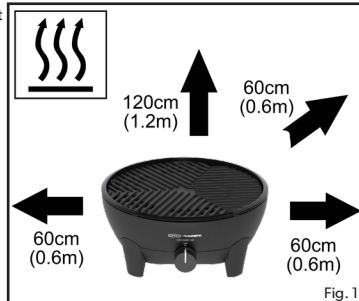

Fig. 1
- Sørg for at apparatet holdes borte fra brannfarlige materialer når det er i bruk. Trygge minimumsavstander er: over apparatet - 1,2 m, på baksiden og på sidene - 0,6m. (fig.1)